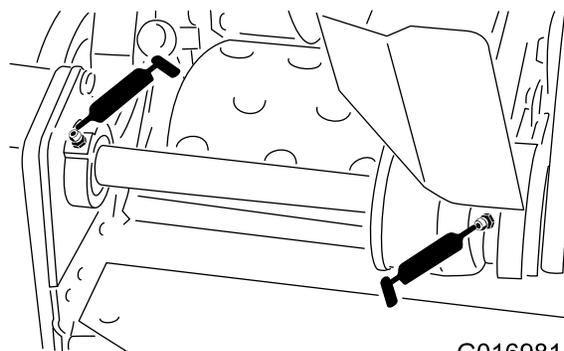

図 23
- ・ リールのカウンタシャフトのベアリング (2ヶ所) (図 23)